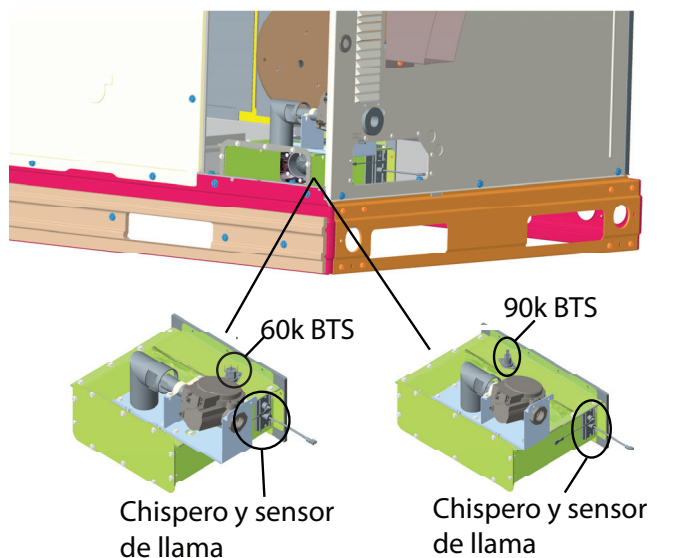

Fig. 20 – Interruptor térmico del quemador (BTS) (NOx ultrabajo)
2. Quite los dos tornillos que sujetan la capucha del conducto (Fig. 20) y quite la capucha del conducto.
6. Vuelva a conectar la capucha del conducto (Fig. 20) con los dos tornillos que se quitaron.
NOTA: Para NOx ultrabajo : El chispero o sensor de llama combinado está ubicado en el lado derecho de la caja del quemador (consulte Fig. 20). Se puede acceder al chispero o sensor de llama para realizar el mantenimiento si retira la cubierta del panel del lado derecho. El interruptor térmico del quemador (BTS) se encuentra en la parte superior de la caja del quemador. Para tamaños de calefacción de 60 k, se puede acceder al interruptor BTS a través de la cubierta del panel del lado derecho. Para los tamaños de calefacción de 90 k, se puede acceder al interruptor BTS si se quita el panel de acceso a los controles.